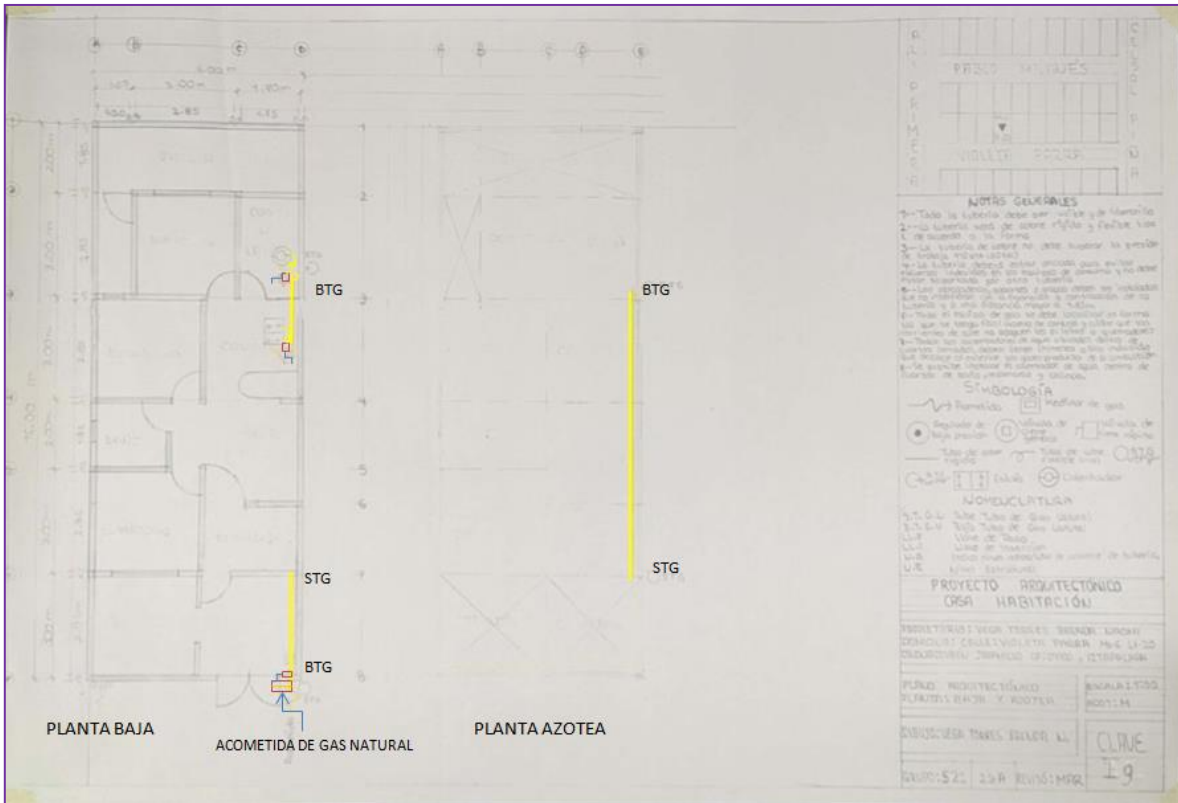

Imagen 4. Instalación de gas en 2D en plantas arquitectónicas.
8. En el gas natural necesitamos un regulador de baja presión antes de entrar a alimentar los muebles que lo consumen, por lo que tienes que dibujar el regulador de baja presión en la fachada posterior, en este caso se indica junto a la BTG. Tal y como se muestra en la siguiente imagen 4: